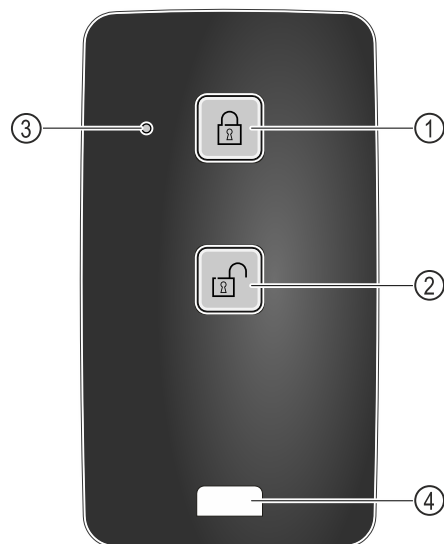

Fig. 219
- ▶ Nyomja meg a gombot Fig. 219 (1) a távirányítón.
- ▶ Nyomja meg a gombot Fig. 219 (2) a távirányítón.
- ▶ Az állapotjelző LED Fig. 219 (3) a gomb megnyomásakor látható visszajelzést ad.
- ▶ Szem Fig. 219 (4) a távvezérlés, pl. kulcstartóra való rögzítéséhez.